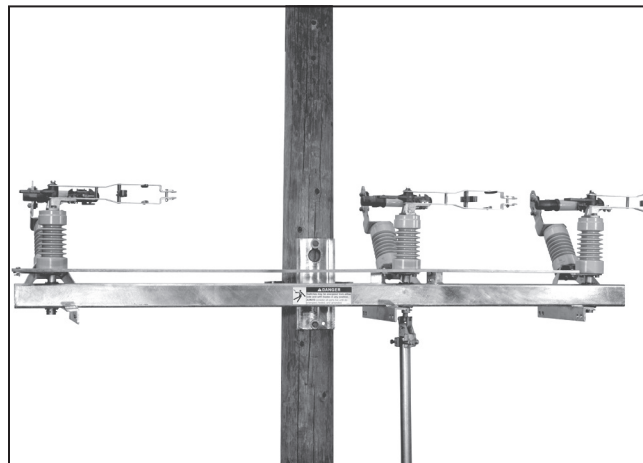

Figura 34. Verificación que las navajas del interruptor estén a 90 grados de la posición Cerrado.
- Con la palanca de operación hasta donde llegue en la dirección de *apertura*, las cuchillas del interruptor estén a 90 grados de la posición **Cerrado**. Vea la Figura 34.